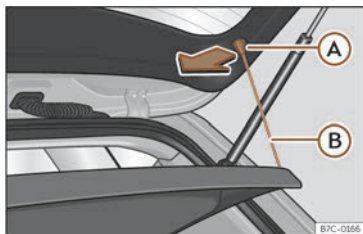

Fig. 117 Dans le coffre à bagages : dépose et repose de la plage arrière.
- Décrochez les tirants de fixation »» fig. 117 (A) de leurs logements (A).
- Accrochez les tirants de fixation »» fig. 117 (B) sur le capot de coffre.